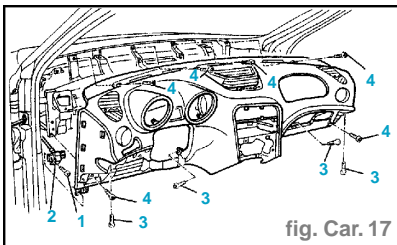

fig. Car.17
- Dévisser la vis (1) (fig. Car.17).